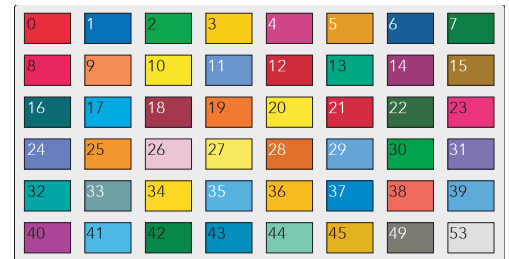

Figura 88 Muestras de color de
Colour A (B) (Color A [B]) Permite especificar dos colores alternativos (A y B) para el canal. Figura 88 da una representación aproximada.